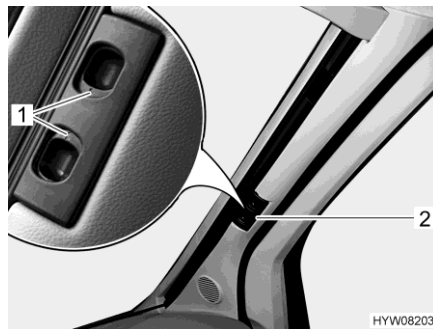

Bild 23 Plisségardin för vindrutan
- Skjut de två hälfterna av plisségardinen för vindrutan utåt så långt det går, ta tag i handtaget (Bild 23,2). Rör handtaget vågrätt i riktning mot låsspåret.
- Låt låshandtagen (Bild 23,1) haka fast.